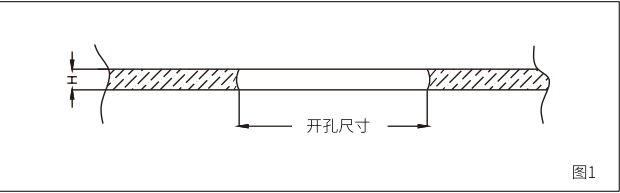

图1
1.请按“开孔尺寸表”要求，在8-15mm天花板上安装此灯具，该灯具开孔尺寸请见铭牌上开孔尺寸参数。（如图1）